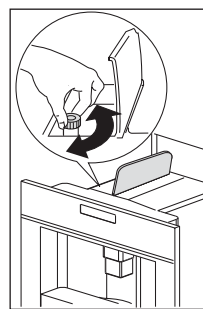

Fig. 21
- Dacă se utilizează mai mult de o măsură de cafea pre-râșnită, iar pâlnia se înfundă, împingeți cafeaua cu un cuțit (Fig. 21). După aceea scoateți și curățați unitatea de infuzare și mașina, așa cum se arată în secțiunea "Curățarea unității de infuzare".